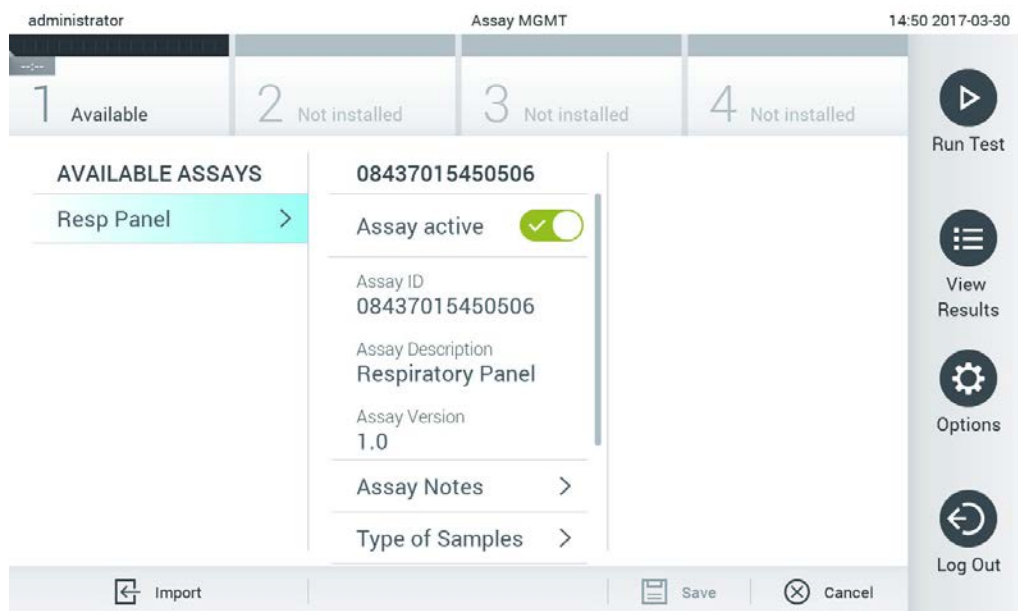

Рис. 65. Управление доступными тест-системами.
1. Нажмите кнопку **Options** (Опции), а затем кнопку **Assay Management** (Управление тест-системами), чтобы открыть экран **Assay Management** (Управление тест-системами). Перечень доступных тест-систем отображается в первом столбце области содержимого (рис. 65).